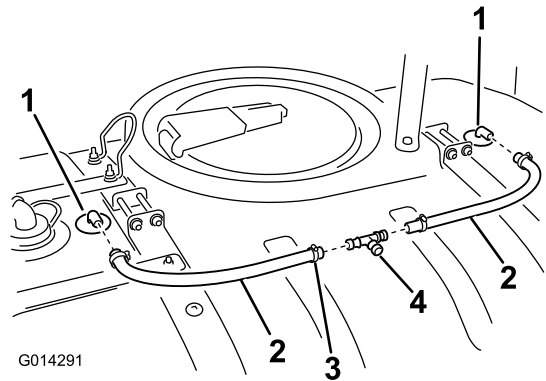

Bild 24
1. Schieben Sie jeweils eine Schlauchklemme auf ein Ende der beiden Schläuche (61 cm), wie in Bild 24 gezeigt.
2. Befestigen Sie die zwei sich gegenüberliegenden Enden des T-Anschlussstücks an den offenen Enden der zuvor installierten Spüldüsen-schläuche, wie in Bild 24 abgebildet.